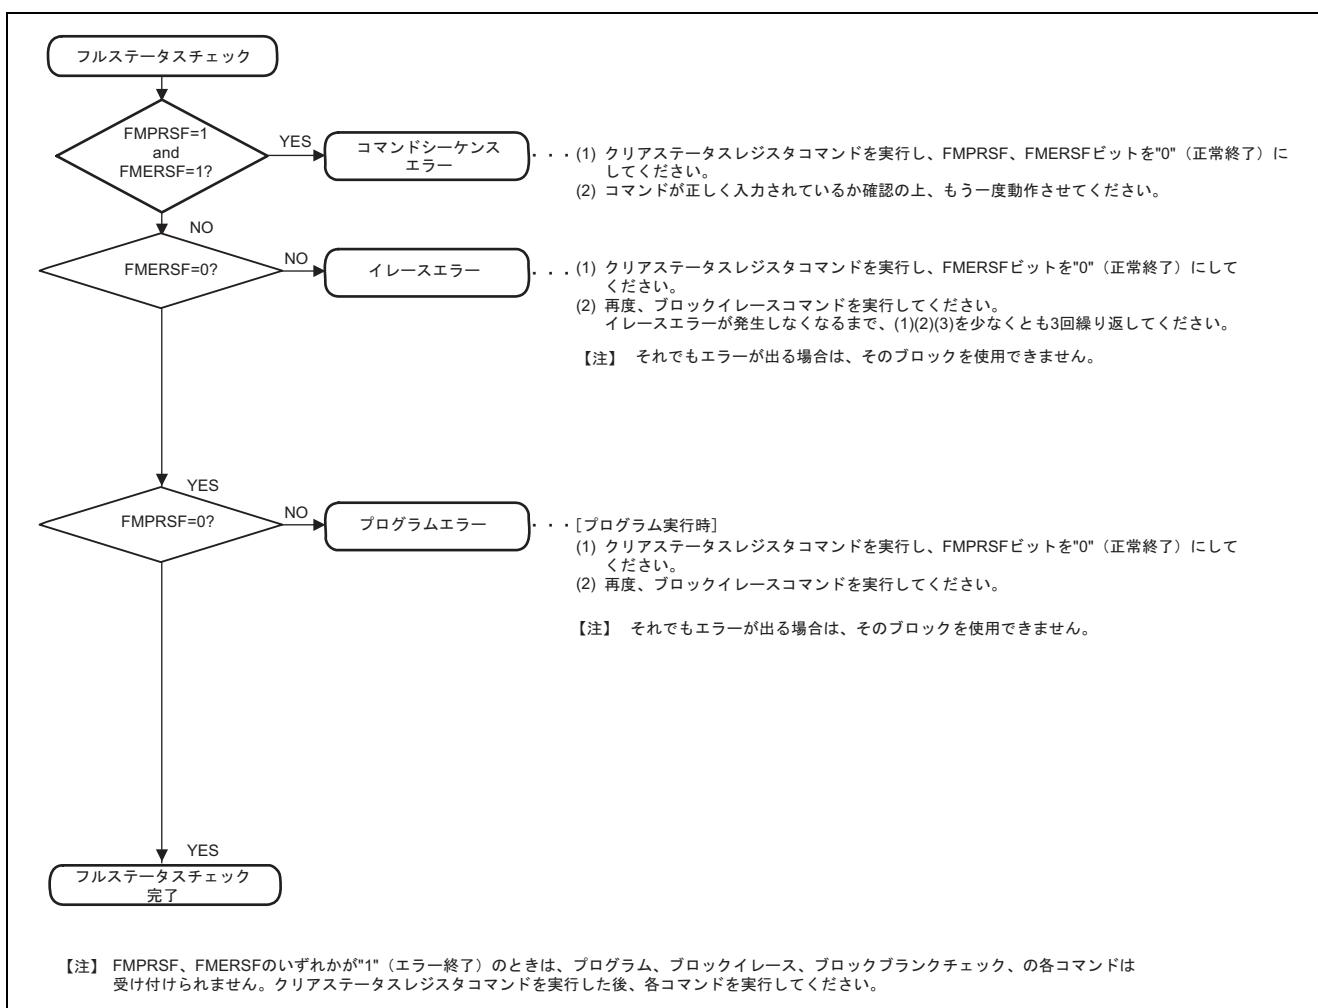

図 23.8 フルステータスチェックフローチャート、各エラー発生時の対処方法
*2. 図23.8を参照してください。
表 23.8 にエラーと FLMSTR レジスタの状態を、図 23.8 にフルステータスチェックフローチャート、各エラー発生時の対処方法を示します。